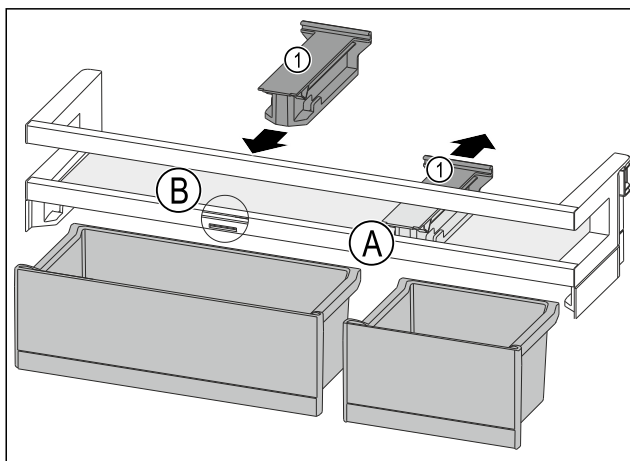

Fig. 189
- Držák Fig. 189 (1) v poloze Fig. 189 (A) stáhněte dozadu.
- Držák Fig. 189 (1) vložte v poloze Fig. 189 (B).